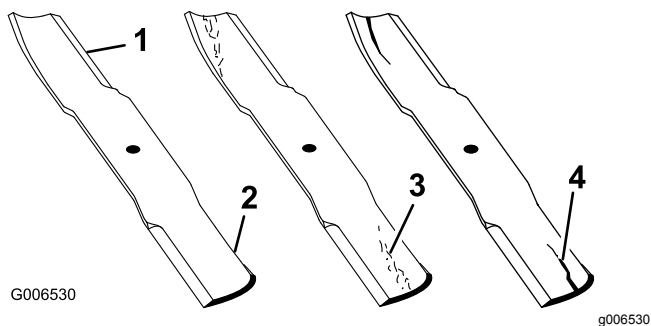

Figure 132
2. Examinez attentivement les tranchants de la lame, particulièrement au point de rencontre de la partie plane et de l'ailette, comme montré à la Figure 132.
**Remarque:** Le sable et les matières abrasives peuvent éroder le métal à cet endroit, c'est pourquoi il est important de contrôler l'état de la lame avant d'utiliser la tondeuse. Remplacez la lame si elle vous semble usée (Figure 132).